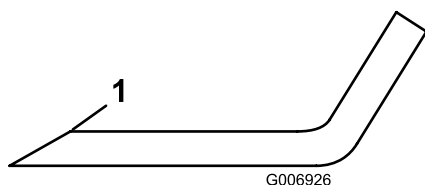

Figure 70
3. Examinez les tranchants de toutes les lames. affûtez-les s'ils sont émoussés ou ébréchés. N'affûtez que le haut du tranchant et conservez l'angle de coupe d'origine pour obtenir une coupe nette (Figure 70). Limez la même quantité de métal sur chacun des deux tranchants pour ne pas déséquilibrer la lame.